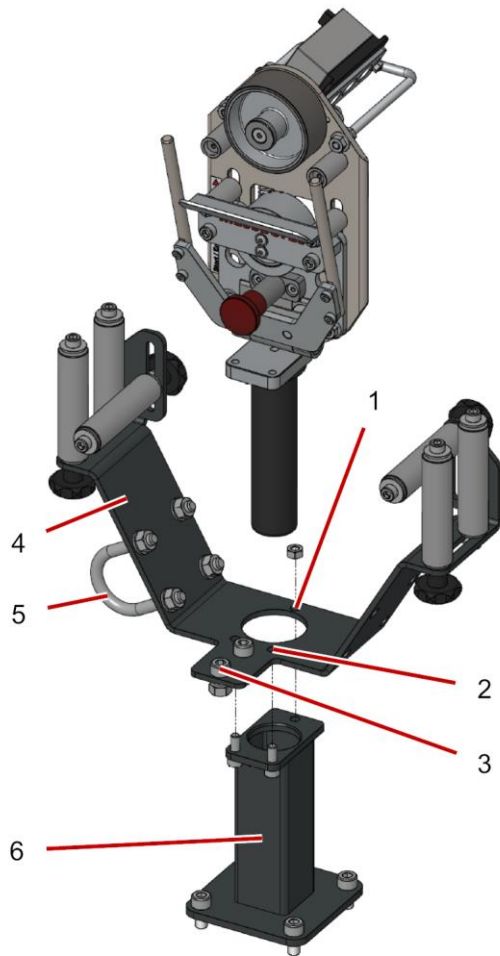

Abb. 6 Rollenkäfige MESSBOI 25
- ▶ Durch die vorderen beiden Befestigungsbohrungen Abb. 6, 2 Innensechskantschrauben in die Gewindebohrungen des Längenmessgeräts schrauben.
- ▶ Durch die hintere Befestigungsbohrung Abb. 6, 1 eine Innensechskantschraube schieben und mit einer Mutter sichern.
- ▶ Durch die Befestigungsbohrungen Abb. 6, 3 Innensechskantschrauben schieben und mit Muttern an der Längenmessgeräte-Aufnahme des Aufwicklers befestigen.
- ▶ Befestigung Abb. 6, 5 an den Muttern lösen.